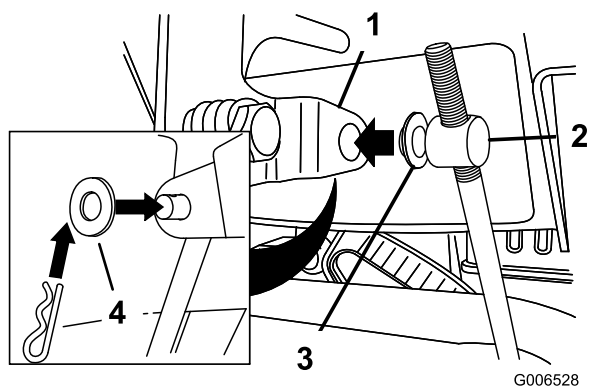

Figura5
3. Amplasați o șaibă plată pe axul de rotație (Figura5).
6. Trageți în sus tija de control viteză și introduceți axul de rotație în orificiul din maneta selectorului de viteză (Figura5).
- B. Deconectați axul de rotație de la maneta selectorului de viteză (Figura5).